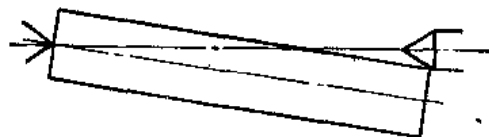

图2-16 两顶尖距离的调整
3) 移动尾座，调整两顶尖距离。如图2-16所示，用工件在两顶尖间比试，确定距离后紧固尾座的螺母。